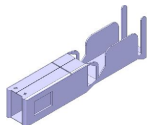

Figure 4. Clips SICMA 2.8 mm pour galette 6 voies
- 8 clips SICMA pour galettes 6 voies 2.8 mm (Figure 4.)